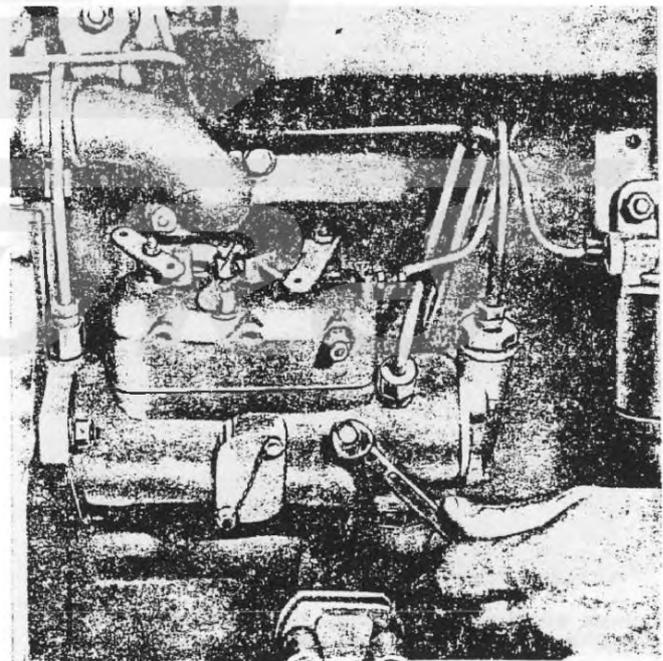

Рис. 34. Удаление воздуха из топливного насоса высокого давления - распределительного типа
2. Развинтить пробку на топливном насосе высокого давления (рис. 34).